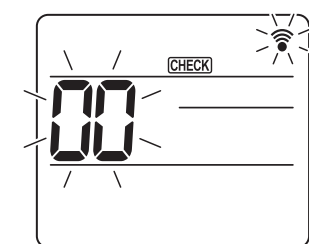
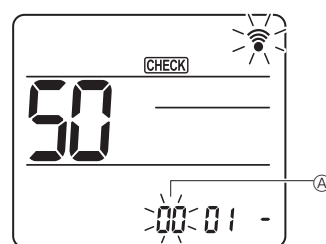
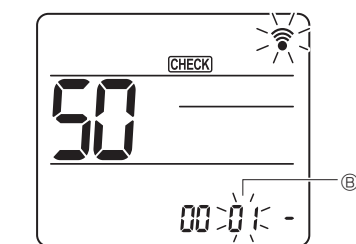

Fig. 6-16
Fig. 6-17
Fig. 6-18
- ① Gå til funksjonsvalgmodus
- [CHECK] er tent og "00" blinker. (Fig. 6-16)
- ② Stille inn enhetsnummer
- Trykk på [50]-knappen for å stille enhetsnummer A. (Fig. 6-17)
- ③ Velge en modus
- Trykk på [50]-knappen for å stille modusnummer B. (Fig. 6-18)